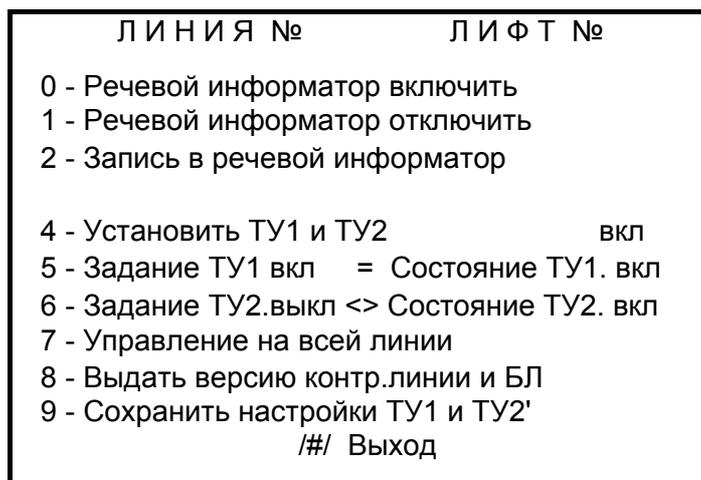

Рис.14 Меню " Спецфункции лифтового блока ".
2.2.10 Из меню "Основное состояние комплекса", нажимая клавишу [#], войдите в меню "Команды комплекса" (см. Рис.1). Нажмите на клавишу с номером [8], при этом высветится меню "Спецфункции лифтового блока" (см. Рис.14)